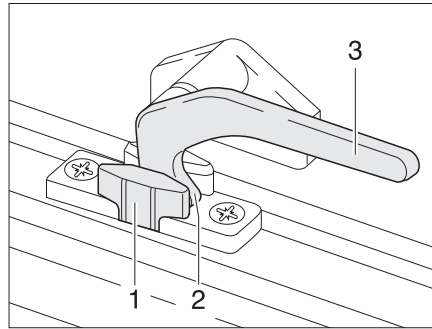

Fig. 39 Palanca de bloqueo en la posición de "ventilación continua"
- En la posición "ventilación continua" (Fig. 39)
- Girar la palanca de bloqueo (Fig. 39,3) un cuarto de vuelta hacia la mitad de la ventana.
- Girar la palanca de bloqueo un cuarto de vuelta hacia el marco de la ventana. El saliente de bloqueo (Fig. 39,2) se ha de introducir para ello en el rebaje del bloqueo de la ventana (Fig. 39,1).